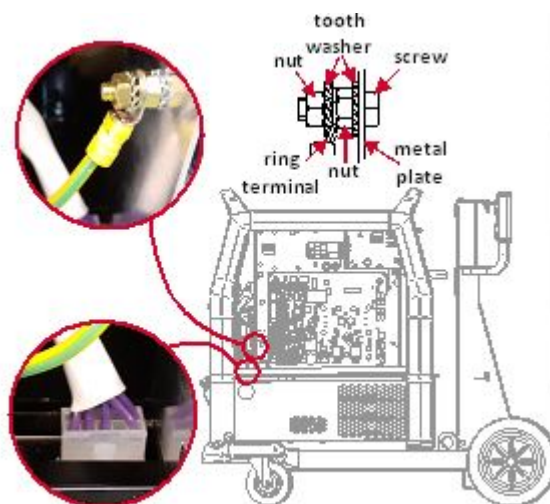

Figura 4
- Collegare il connettore a 10 pin alla presa e avvitare il filo verde e giallo di protezione alla vite di messa a terra; svitare il dado M6, rimuovere la rondella dentata, installare il cavo, rimontare la rondella dentellata e avvitare il dado M6 (Figura 4).